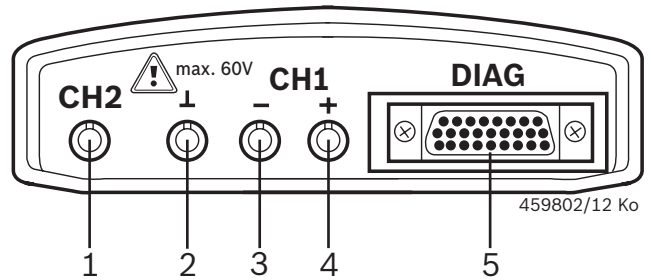

Abb. 1: Diagnoseleiste/Messleiste
- Wenn keine Diagnoseleitung angeschlossen ist, vor U-, R- oder I-Messungen eine Masseverbindung von den KTS-Modulen (Fig. 1, Pos. 2) mit beiliegender Masseleitung an die Fahrzeugmasse herstellen.